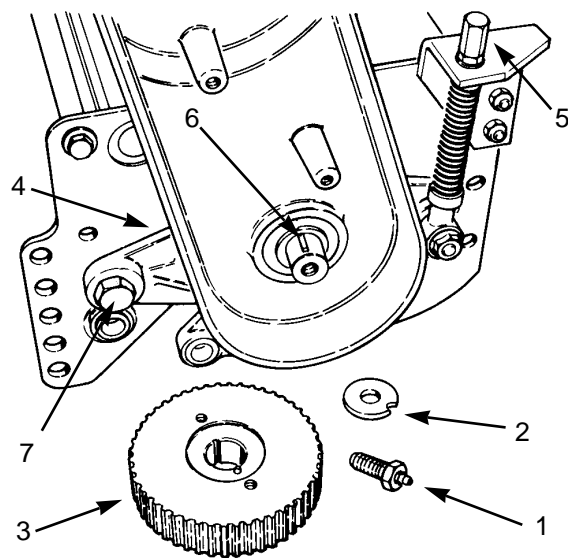

図 31
6. リール・シャフトから、リール・キャップ・ネジと鋸歯ワッシャ、プーリ・ワッシャを取る (図31)。
7. プラーを使用して、リール・シャフトから受動プーリを引き抜き (図31) 半月キーも取る。
8. 調整アセンブリとコーン・ナット、鋸歯ワッシャ、ショルダー・ボルトを取り、サイド・プレートからハウジングを外す (図31)。
10. プーリのワッシャのスロットとロール・ピンが合っているのを確認し、ワッシャ、歯状ワッシャとキャップスクリュを通す(図31)。ネジ部分に中程度のロック剤を塗り6.2 ~ 7.6 kg.mで締めつける。